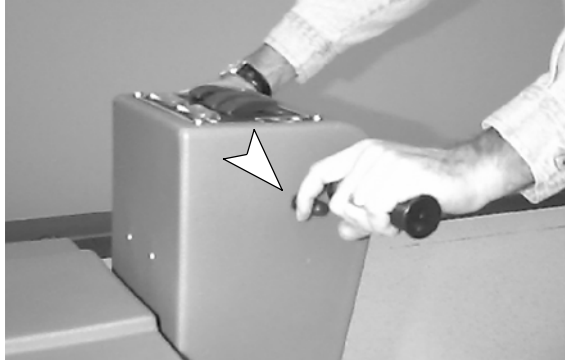

FIG. 15
6. Pour utiliser la machine en marche arrière, relâchez les poignées et tirez sur la gâchette de marche arrière (vitesse unique) (Figure 15).